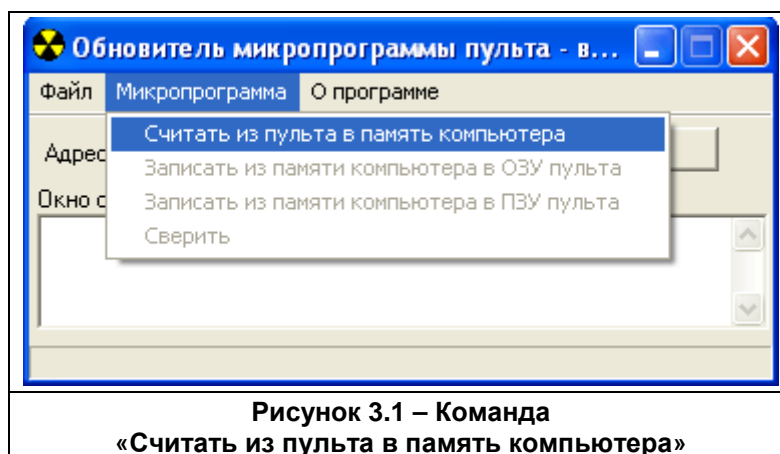

Рисунок 3.1 – Команда «Считать из пульта в память компьютера»
Для продолжения работы нажмите кнопку **Да**, программа откроет диалоговое окно «Обновитель программы пульта – версия 1» (см. рисунок 3.1). Дальнейшие действия по перепрограммированию прибора «А-20» с первой версией протокола описаны в разделе 3.
3.1 В открывшемся диалоговом окне программы «Обновитель микропрограммы пульта – версия 1» из меню программы щелчком мыши введите команду для создания резервной копии текущей версии микропрограммы прибора «А-20» (см. рисунок 3.1):